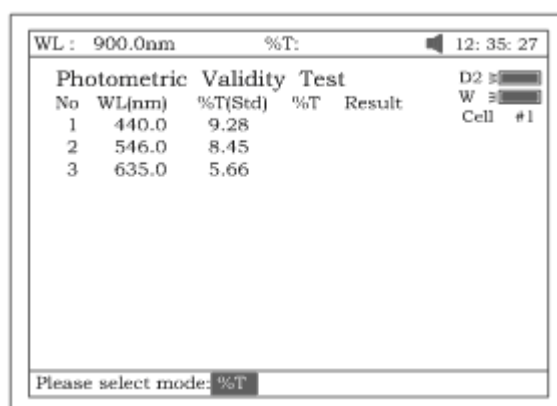

Рисунок 92
3. Нажмите **[F2]**, чтобы выбрать режим анализа (Abs или %T, рис.92).